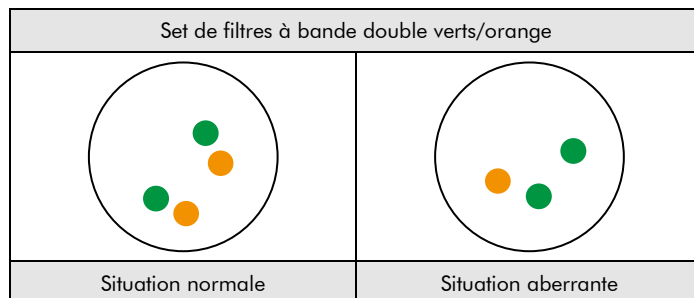

Fig. 2 : Résultats attendus dans les noyaux en interphase normale et présentant une aberration
**Situation aberrante :** Dans une cellule avec une suppression affectant le locus 1p36, on observera une diminution des signaux oranges. Les suppressions affectant uniquement des parties du locus 1p36 peuvent présenter un motif de signal normal avec des signaux orange de taille réduite (voir figure 2).